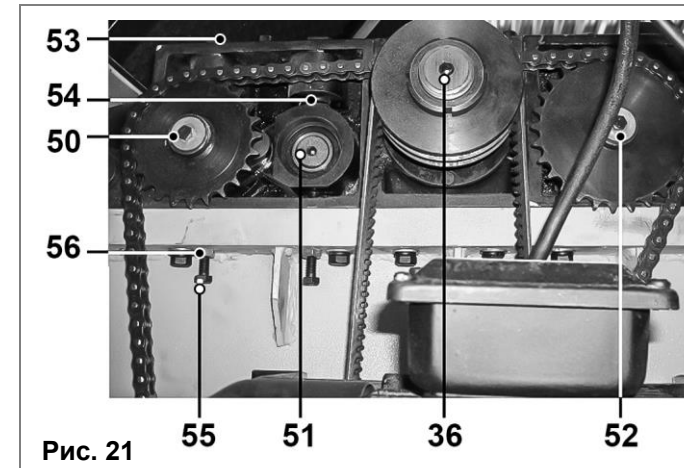

Рис. 21
10.7. Регулировка прижатия заготовки и положения узлов подающего и приемных роликов (Рис. 21, 21а, 22)
10.7.1. Регулировки узлов подающего ролика (52) и
приемных роликов (50, 51) произведены перед отгрузкой станка, но если при транспортировке они были нарушены, отрегулируйте их, как показано на Рис. 21 – 22. Поверните винт (53) против часовой стрелки, когда требуется увеличить силу прижатия ролика пружиной (54). Поверните винт (53) по часовой стрелке, когда требуется уменьшить силу прижатия ролика пружиной (54).
10.7.3. Отрегулируйте высоту узла подающего ролика (52) и узлов приемных роликов (50, 51). Эти регулировки выполнены на заводе-изготовителе перед отгрузкой, но после продолжительного использования ролики могут оказаться на разной высоте. В этом случае требуется регулировка высоты (Рис. 21, 21 а, 21 б, 22).
10.7.5. Ослабьте стопорные гайки (56), отрегулируйте высоту болтами (55) под узлами приемных роликов (50, 51) (Рис. 21). При повороте болта (55) по часовой стрелке поднимается узел приемного ролика (50, 51). При повороте болта (55) против часовой стрелки опускается узел приемного ролика (50, 51). Отрегулируйте высоту узлов приемных роликов (50, 51) с двух сторон с помощью опорного бруска (68). Высота приемных роликов (50, 52) будет на 1 мм ниже ножей (37) строгального вала (36). После регулировки зафиксируйте положение, затянув стопорные гайки (56). Уберите опорный брусок (68) (Рис. 22 б).
10.7.6. Подающий ролик (52) регулируется аналогично. Ослабьте стопорные гайки (56) узла подающего ролика (52) (Рис. 21а, 22), поверните с обеих сторон винты (59) узла подающего ролика (52). При повороте винта (59) против часовой стрелки узел подающего ролика (52) опускается вниз, а по часовой стрелке – поднимается вверх. При опускании вниз подающий ролик (52) будет сильнее прижимать заготовку. Высота должна быть на 1 мм ниже строгального вала (36) (как показано на Рис. 22-23). После регулировки зафиксируйте положение, затянув стопорные гайки (56). Уберите опорный брусок (68) (Рис.22 б).
Рис. 21а